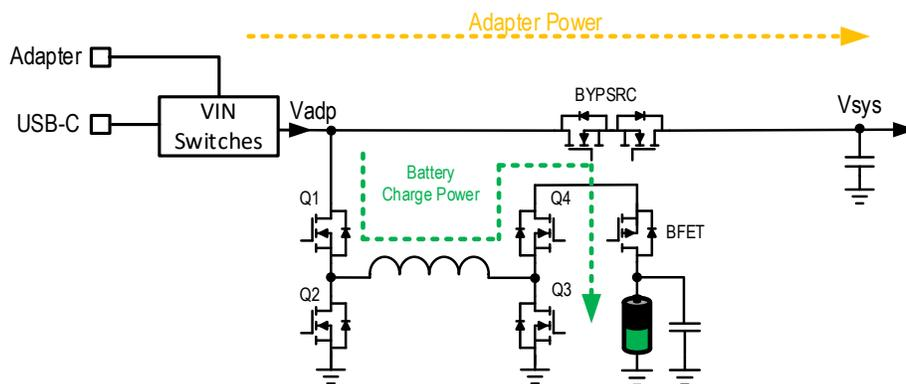

図5. ルネサスHPBBチャージャの構成
- i. 入力電力 > システム電力の場合：この条件が満たされる場合、バックブースト・バッテリーチャージャはシステムに電力を供給しません。（バイパス FET を介して、システムに電力を供給します。） バッテリーパックが完全に充電されている場合は、バックブースト・チャージャはスタンバイモードになり、そうでない場合はバッテリーパックを充電します。図5に、この場合のHPBBモードでの給電経路を示します。